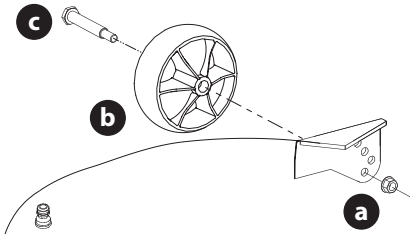

Fig. 12
- Retirez l'écrou autobloquant (a), la roue antidébrayement (b) et le boulon à épaulement (c) du plateau de coupe (Fig. 12).
- Insérez le boulon (c) dans un des quatre trous du support de roue. Il faut un dégagement de 6,35 mm (1/4 po) à 12,7 mm (1/2 po) entre la roue et le sol (Fig. 12).